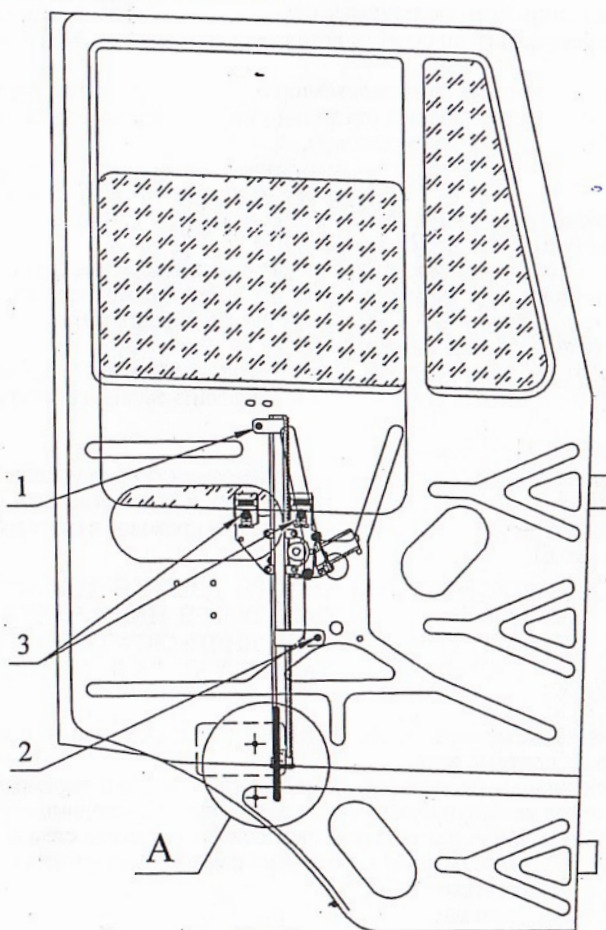

Рис. 3
6.7.2 Разметить штангенциркулем линию реза (см. рис.3, Вид А), отрезным кругом резать внутреннюю панель на глубину не менее 10мм по линии реза. Удалить отрезанную часть кронштейна, которая не позволяет установить направляющую ЭСП.
6.7.3 Ввести ЭСП в полость двери и закрепить направляющую (см. рис.3, кронштейны 1 и 2).